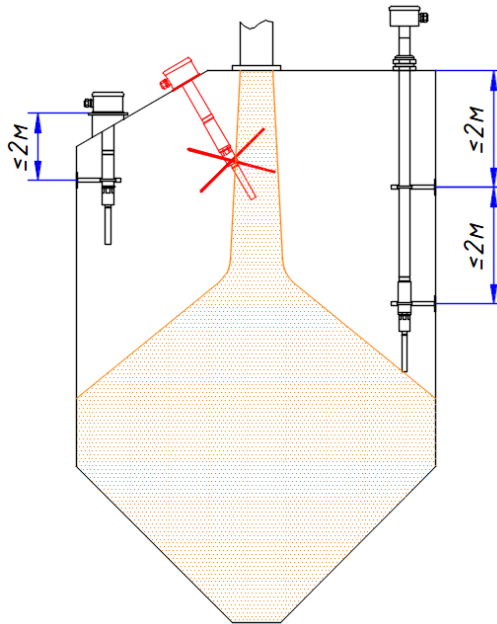

Рис. 4. Рекомендовані та заборонені способи монтажу датчика граничного рівня ДПУ-10.
Рекомендовані та заборонені способи монтажу Датчика представлені на рис. 4.
- з орієнтацією кабельного вводу відмінною від орієнтації вказаної на рис. 4.